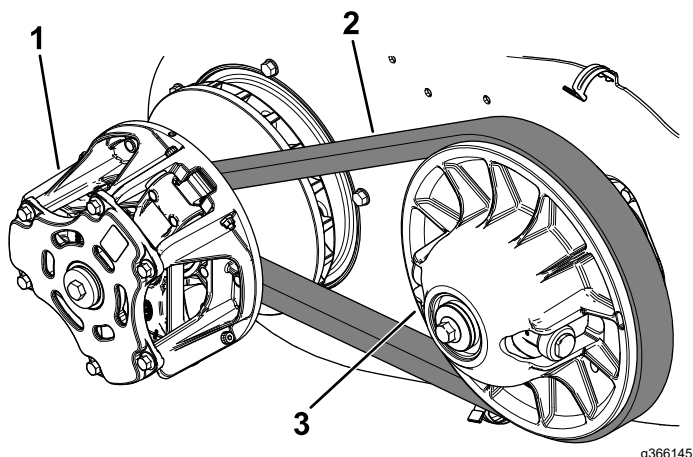

Figura 94
6. Fate girare la cinghia (Figura 94) ed ispezionatela per rilevarne eventuale segni di eccessiva usura o danni.
7. Pulite accuratamente le frizioni con aria compressa, rimuovendo tutti i corpi estranei (Figura 94).
6. Tirate verso l'alto la parte superiore della cinghia per allungare la frizione secondaria, quindi girate la cinghia e fatela passare sulla frizione secondaria (Figura 94).
7. Rimuovete la cinghia dalla frizione primaria (Figura 94).
8. Allineate la nuova cinghia sopra la frizione primaria (Figura 94).
9. Girate la cinghia e fatela passare sulla frizione secondaria (Figura 94).